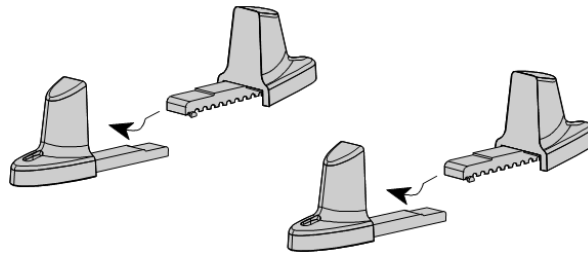

Abbildung 11. Befestigen der USV-Standfüße
1. Befestigen der USV-Sockel (siehe Abbildung 11).